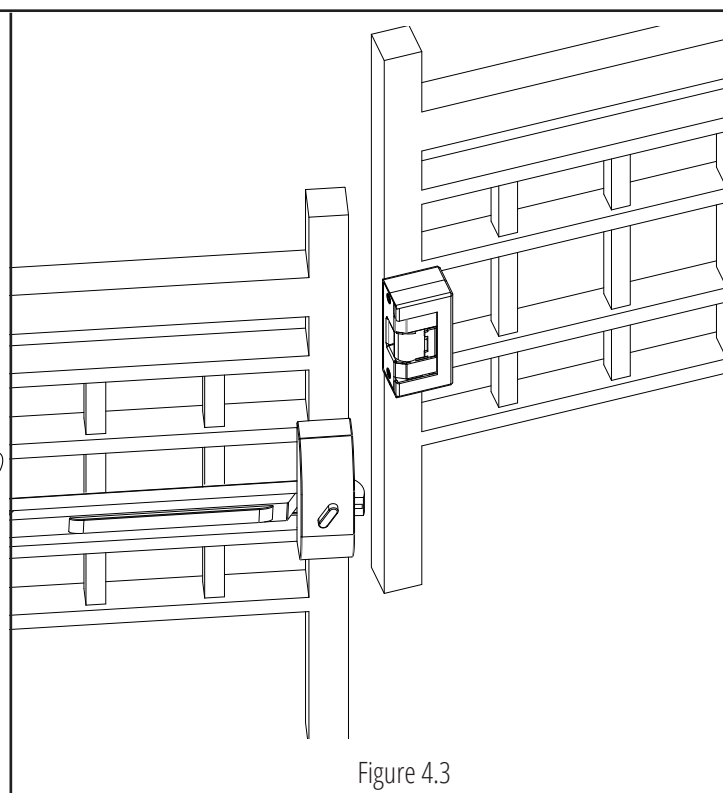

Figure 4.3
10. Fixez la boîte de montage fournie sur le portail par soudage ou à l'aide de vis (voir la figure 4.3).